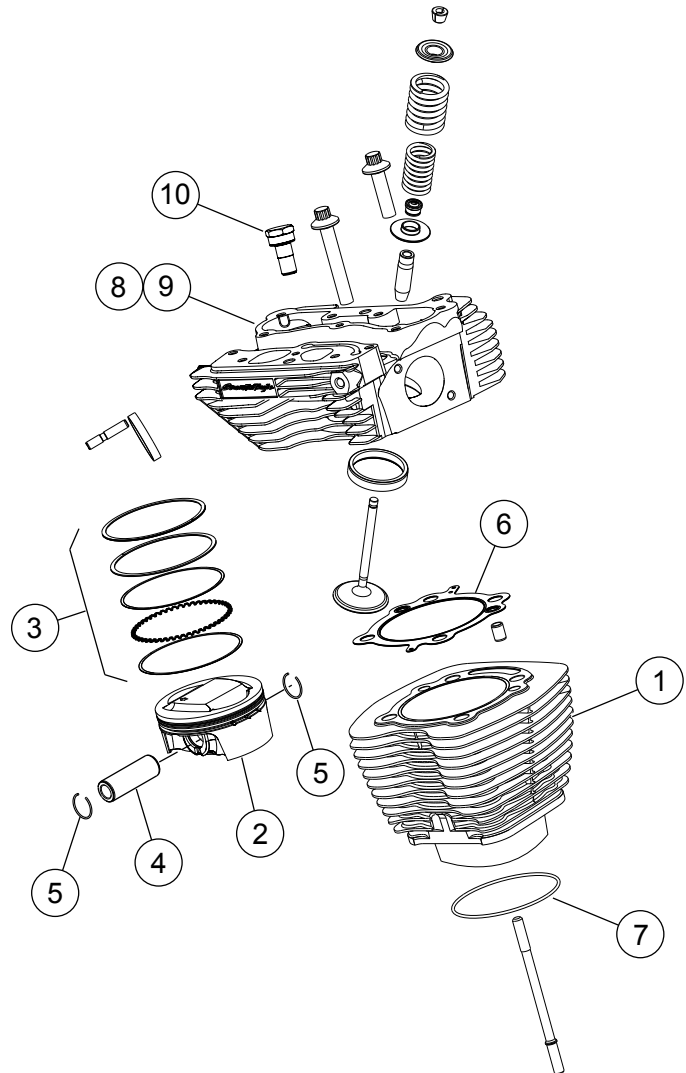
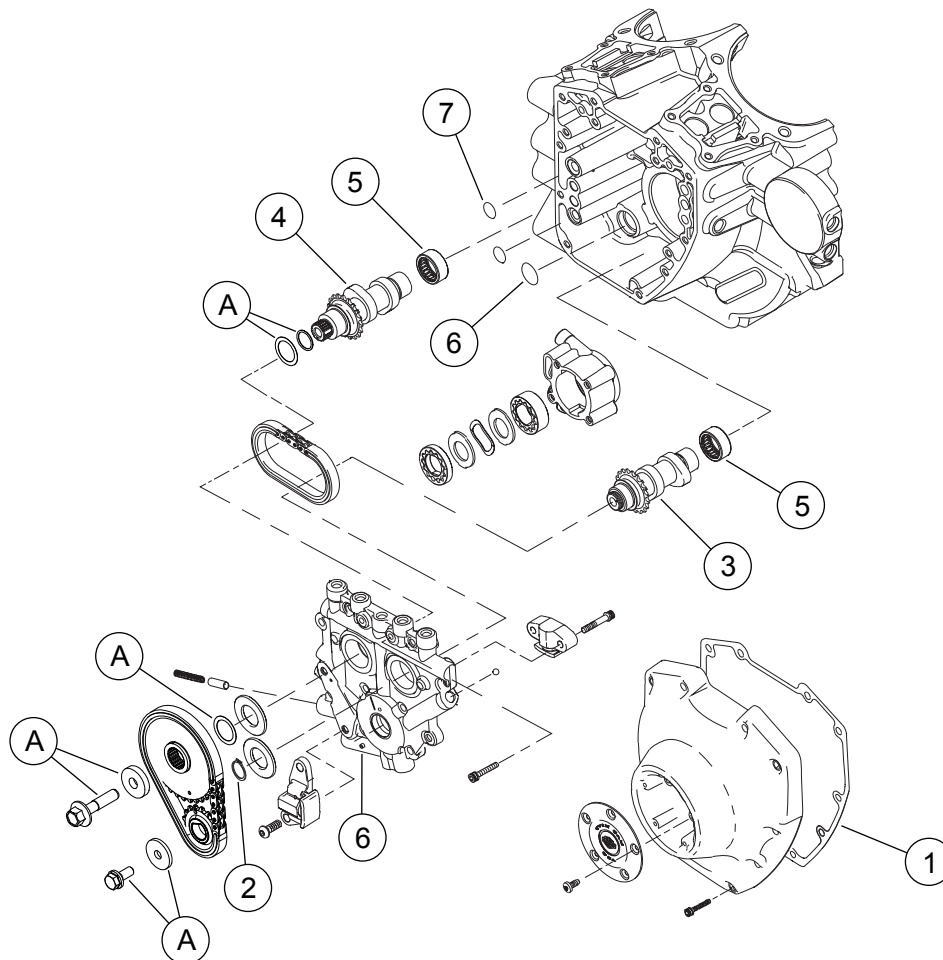

Figura 1. Piezas de servicio: Kit Stage 4 Screamin' Eagle Pro TC (1573 a 1688 cm³ [96 a 103 pulg.³])
Figura 3. Piezas de servicio: Kit Stage 4 Screamin' Eagle Pro TC (1573 a 1688 cm³ [96 a 103 pulg.³])
Ver Figura 1 a Figura 3, y Tabla 1 a Tabla 3.
1. Ver Figura 3 . Inspeccione los cojinetes de agujas del árbol de levas (7) y reemplácelos si es necesario.
2. Ver Figura 1 a Figura 3 . Usando las piezas del kit, arme las levas en la placa de levas, las culatas de los cilindros de rendimiento y el extremo superior del motor. Vea las secciones correspondientes del MOTOR en el Manual de servicio.